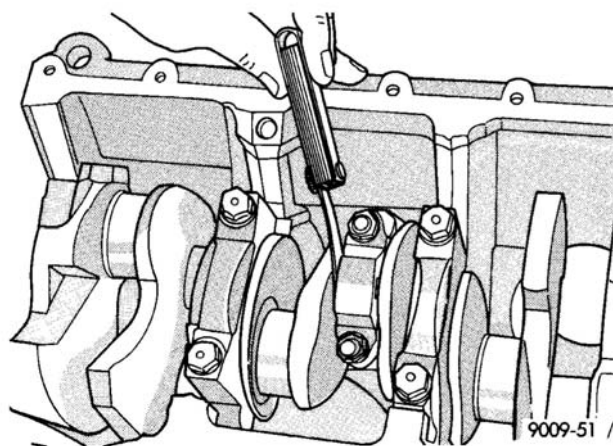

图 75 检查连杆侧面间隙
- （4）用测隙规检查连杆侧面间隙（图 75）。参见（参见 9-发动机-规格）的发动机规格。